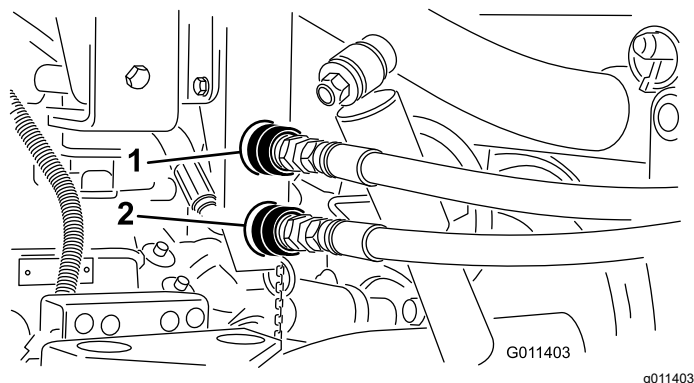

Figure 18
1. Nettoyez les coupleurs rapides du topdresser (Figure 18).
Remarque: Les coupleurs montrés à la Figure 18 sont ceux des véhicules jusqu'au numéro de série 239999999.